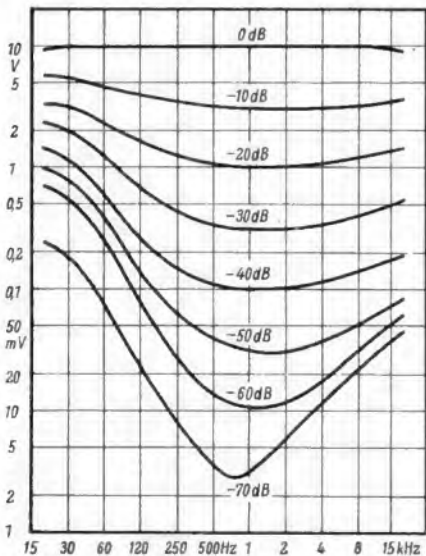

Bild 9. Frequenzgang in Abhängigkeit von der Stellung des Lautstärkepotentiometers bei eingeschalteter Gehörlichkeit
**Gehörlichtige Lautstärkeeinstellung:** Um Pegelunterschiede zwischen beiden Kanälen in jeder Stellung des Lautstärkepotentiometers möglichst klein zu halten, wird eine lineare Ausführung verwendet. Die drei Anzapfungen erzwingen mit Hilfe von Ableitwiderständen den „logarithmischen Charakter“. Die Kondensatoren C 7, C 8, C 9 werden wahlweise überbrückt, so daß die Gehörlichkeit abgeschaltet werden kann. Die Kurvenschar in Bild 9 veranschaulicht die Wirksamkeit der Anordnung.